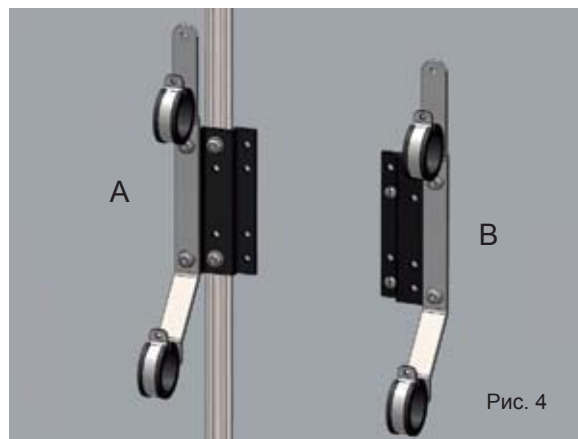

Рис. 4
1. Установите и закрепите планку-адаптер, как показано на рис. 4-A
1. Установите и закрепите планку-адаптер, как показано на рис. 4-B